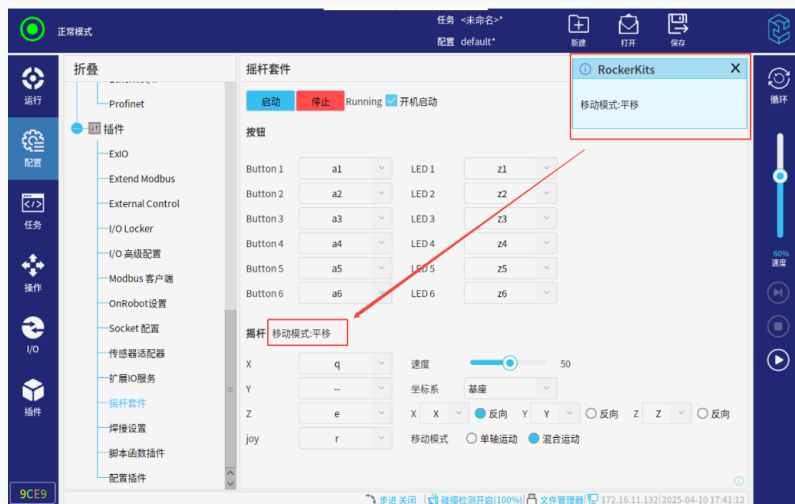

图 3-12: 切换模式
1. 按下摇杆中键，当前模式切换为平移/旋转，切换成功的提示如图 3-12所示。